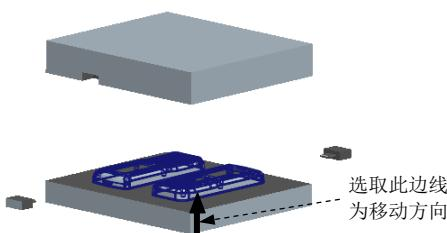
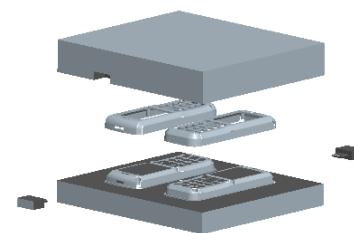

图 31.37 移动方向
图 31.38 移动浇注件
Step4. 开模步骤3：移动浇注件。选取图31.37所示的边线为移动方向，然后输入要移动的距离值50。移出后的状态如图31.38所示。